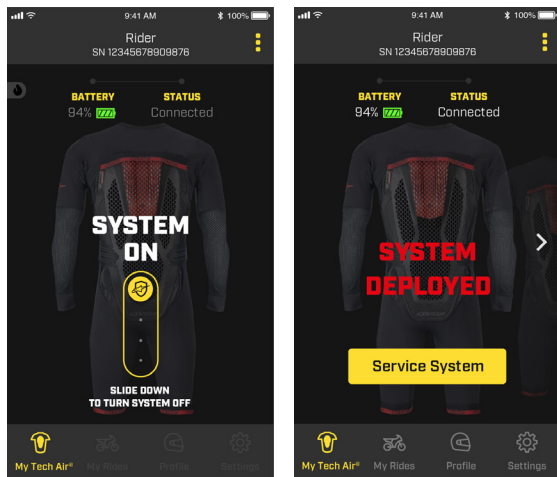

Figure 16
L'application fournit des informations sur le mode de fonctionnement réel du système, en vérifiant si le système fonctionne correctement ou non. L'indication « System On » (« Système activé ») affichée à l'écran indique que la vérification du système a réussi et que le système est actif. Lorsque le mode « System On » est activé et, par conséquent, pour des raisons de sécurité, l'utilisateur ne peut pas accéder à la plupart des fonctions de l'application. Dans le cas où le système doit être désactivé par l'utilisateur, comme lors d'une session de conduite intense hors route, le système peut être désactivé à l'aide de l'icône glisser sur l'application (comme illustré à la Figure 16). Pour ce faire, ouvrir et fermer la ceinture d'activation (4).
En cas de déploiement, l'application affichera l'état pertinent avec la mention « SYSTÈME DÉPLOYÉ » comme illustré à la figure 16.